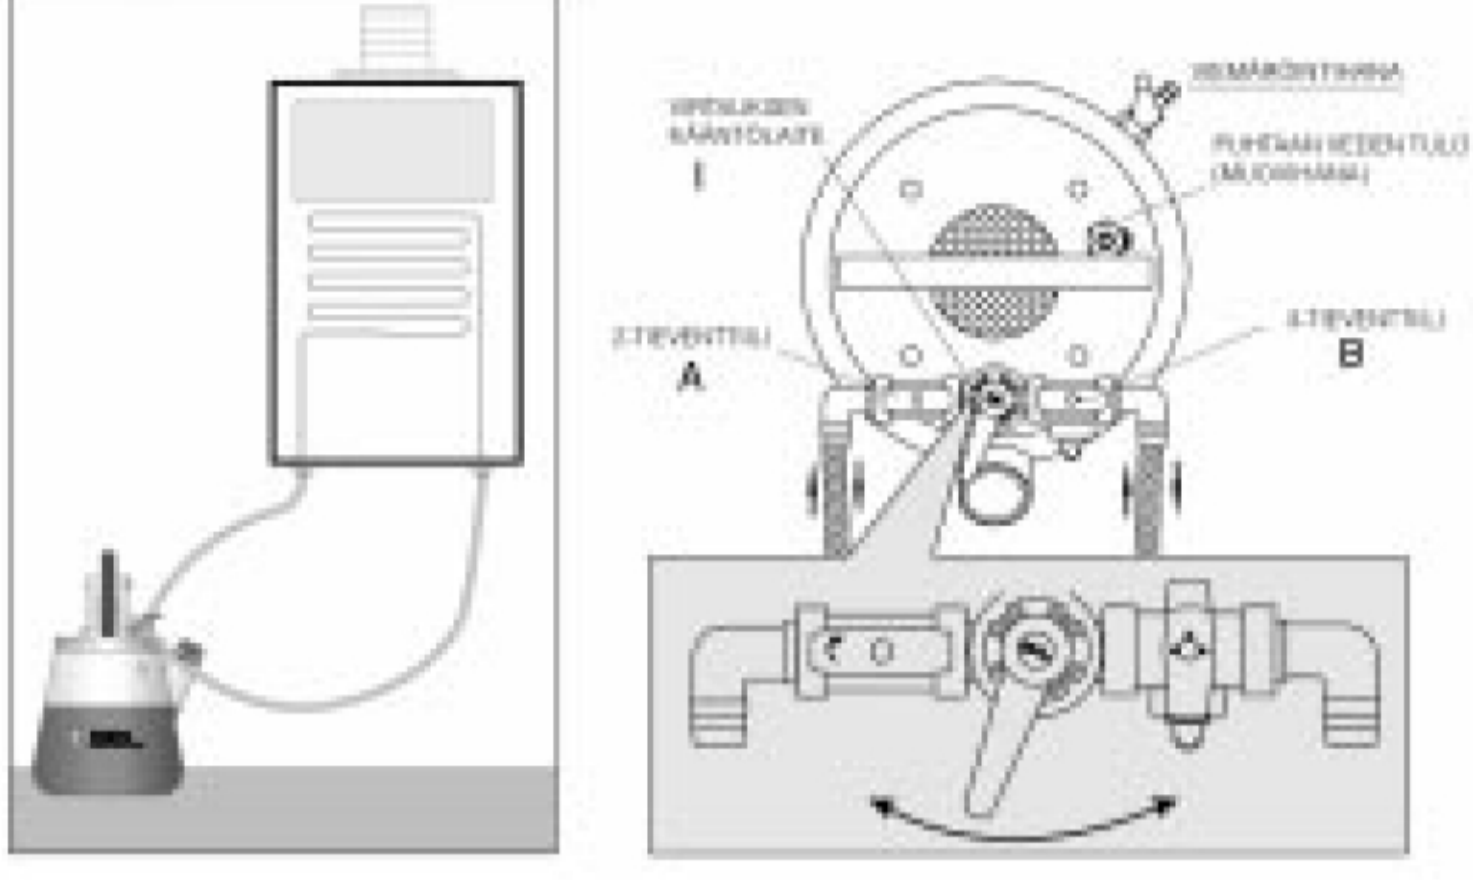

Fig. 1
Прикрепите шланги к очищаемому оборудованию и вставьте штекер в сеть 220V/50Hz, откройте крышку (чтобы выпускать образовавшийся газ), приведите двойной (A) и тройной (B) клапан в соответствующее положение (см. рис. 1), закройте приток чистой воды и включите насос.